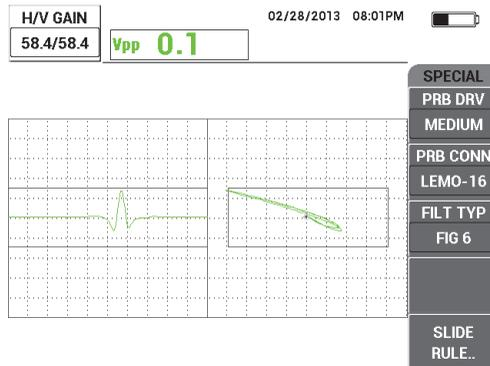

Рис. 5-66 Настройка усиления
7. Нажмите клавишу GAIN (**dB**) и уменьшите горизонтальное усиление до тех пор, пока сигнал риски полностью не окажется внутри первого горизонтального деления (10 % горизонт.) [см. Рис. 5-66 на стр. 186].